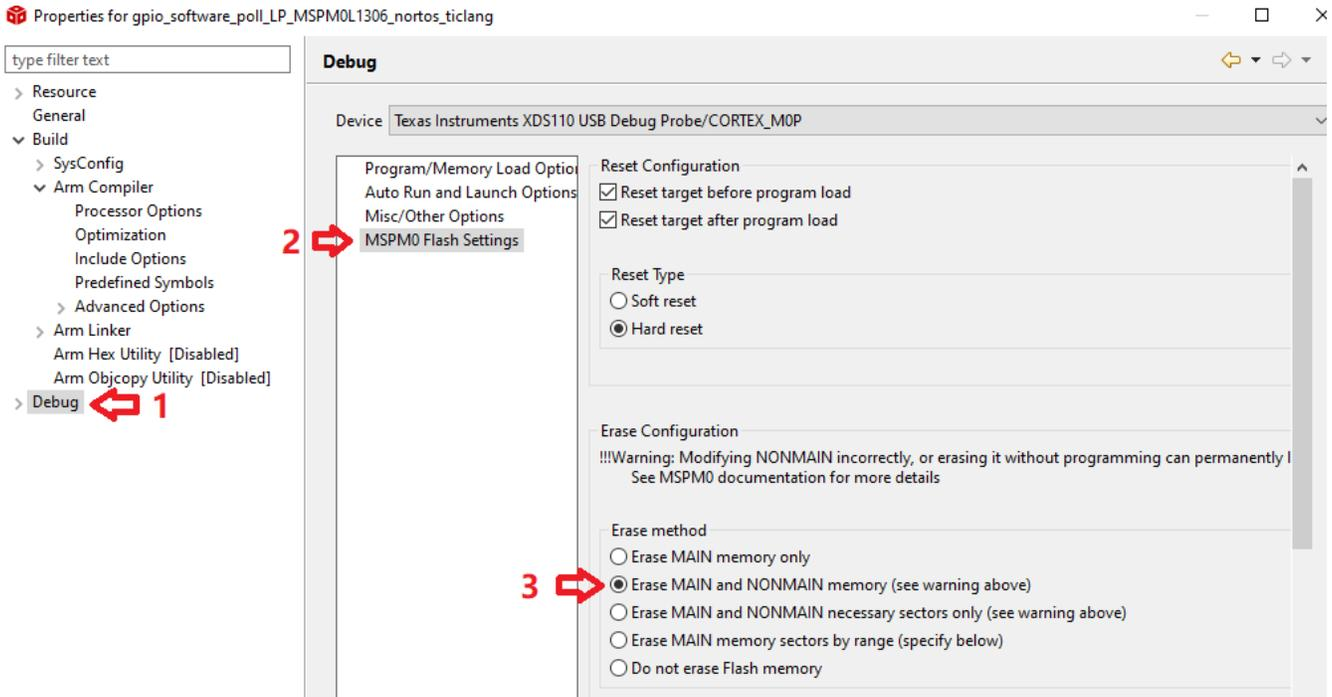

图 2-4. 启用 NON-MAIN 闪存擦除
- 在 Code Composer Studio™ (CCS)、IAR 或 Keil 中构建工程，然后将代码下载到闪存中。下载映像的重要操作是启用 NON-MAIN 闪存擦除。例如，在 CCS 中按图 2-4 所示将其启用。